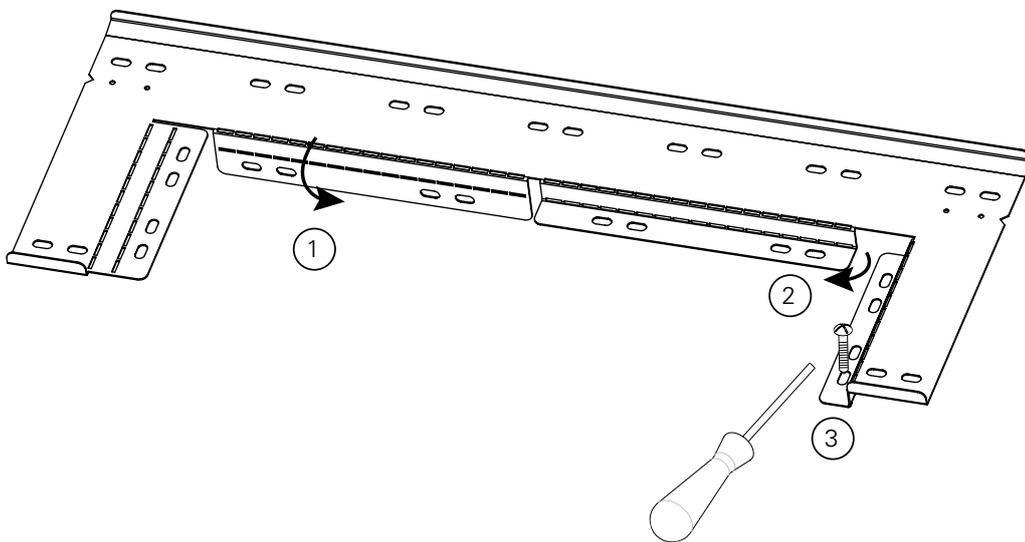

Fig. 6: Bending the wall bracket
1. Die Wandhalterung gem. Abb. 6 biegen. Über die Löcher im gebogenen Teil wird die Wandhalterung an der Wand befestigt.